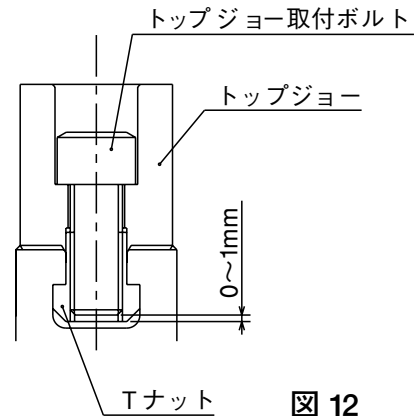

図 12
- ジョー取付ボルトのTナットに対するねじ込み深さが浅いと、Tナットが破損し、ジョーや工作物が飛散して危険。取付ボルトが長すぎてTナット底面から突き出ている場合も、トップジョーが固定されないため、ジョーや工作物が飛散して危険。従って、ジョー取付ボルトの全長はTナットの底面より0~-1mm程度とすること。（図12参照）